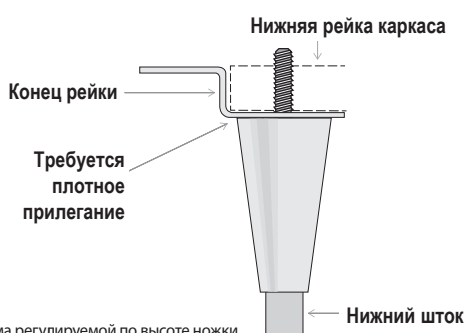

Рис. 4. Схема регулируемой по высоте ножки.
3. Ввинтить регулируемые по высоте ножки в рейку рамы или в днище устройства. См. рис. 4 и 5.
5. Если устройство стоит неровно, осторожно приподнять его и подложить под него подставку. Вкручивая или выкручивая нижний шток регулируемой по высоте ножки с помощью разводного ключа, добиться ровного и устойчивого положения устройства. См. рис. 4 и 6.